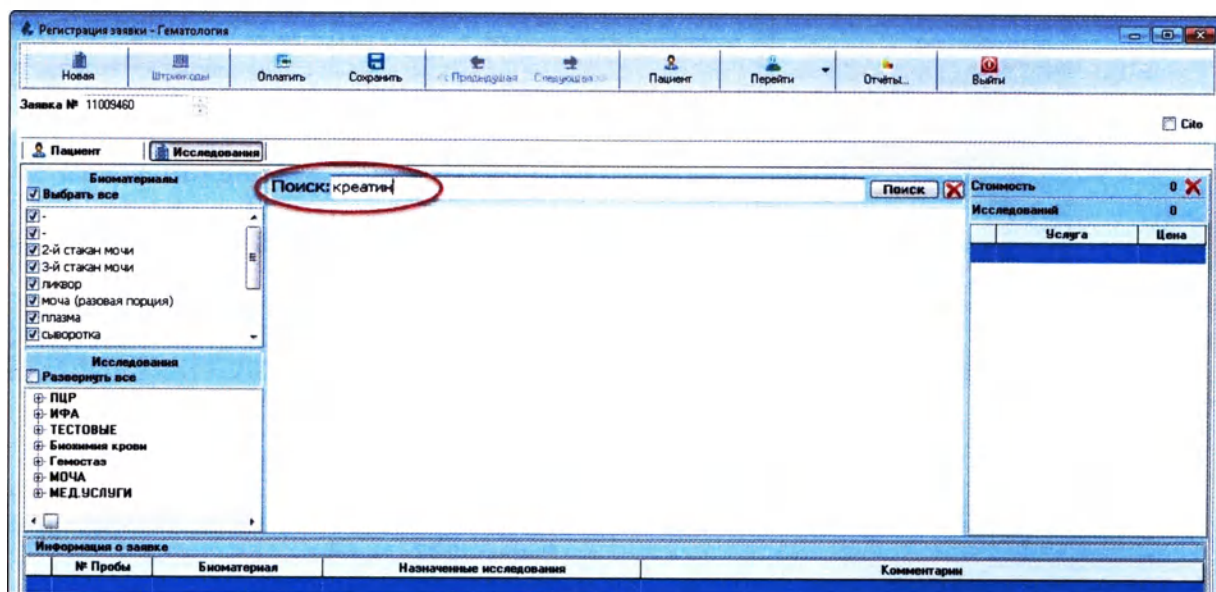

Рисунок 2.45
- b. В поисковой строке введите название/код биоматериала/исследования или часть названия/кода (Рисунок 2.45):